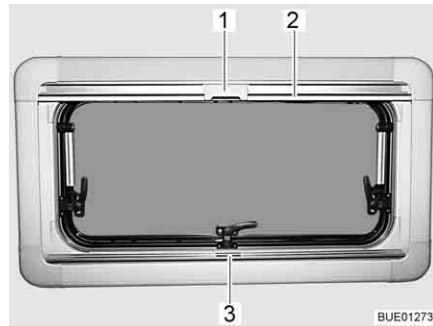

Bild 72 Överkantshängda fönster
Stänga: ■ Ta tag i mitten på plisségardinens list (Bild 72,3) och drag den nerifrån och uppåt och släpp den vid önskad höjd. Plisségardinen stannar på denna höjd.
Stänga: ■ Drag, med listen, (Bild 72,2) ner insektsnätet tills listen stöter mot plisségardinen (Bild 72,3).
■ Lås fast insektsnätets spärr (Bild 72,1) på plisségardinens list.
Öppna: ■ Tryck spärren (Bild 72,1) upptill på insektsnätet bakåt.
■ För långsamt tillbaka insektsnätet med listen (Bild 72,2).